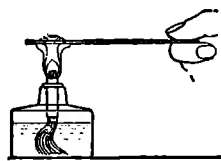

Рис. 7. Нагревание сахара на жестяной пластинке.
3) Нагрейте кусочек ленты магния, держа щипцами или зажав в расщепленную лучинку, насыпав их на жестяную пластинку (рис. 7). Во всех случаях вы замечаете образование *новых веществ*.